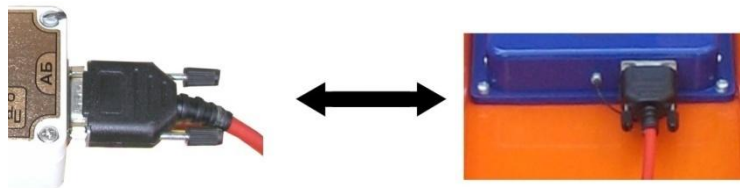

Рисунок 1.1.9. Подключение Кабеля АБ
8. Подключите оптический интерфейсный кабель (кабель АБ). Кабель пристыковывается к соответствующему разъему на приемном блоке с одной стороны и к разъему АБ оптического преобразователя (ОП) с другой (рисунок 1.1.9);